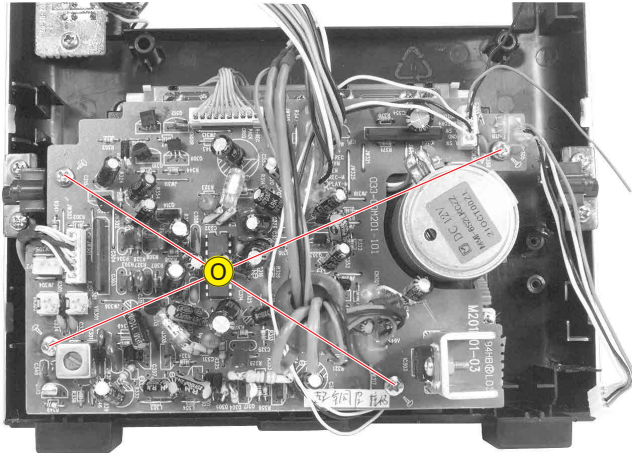

Fig. 22
- 4 Schrauben Ⓞ (Fig. 22) herausdrehen.
- Undo 4 screws Ⓞ (Fig. 22).